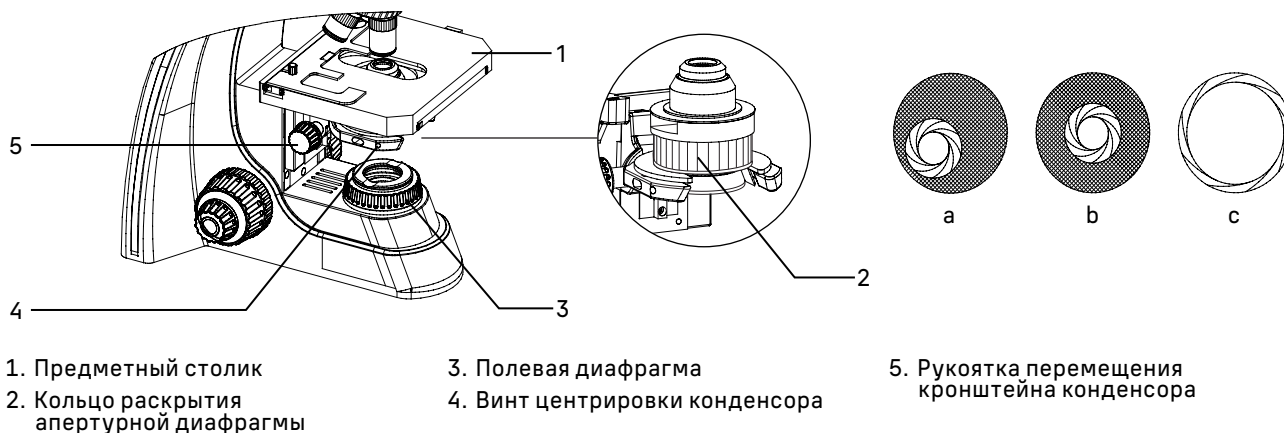

Рис. 10. Центрировка конденсора
- Наблюдая в окуляры, прикройте полевую и апертурную диафрагму, так чтобы была освещена только центральная часть поля зрения – рис. 10 а.
- Приведите изображение в центр поля зрения окуляра с помощью центрировочных винтов конденсора **4** – рис. 10 б.
- Раскройте полевую диафрагму немного больше, чем размер поля зрения – рис. 10 с. Может потребоваться дополнительная центрировка.